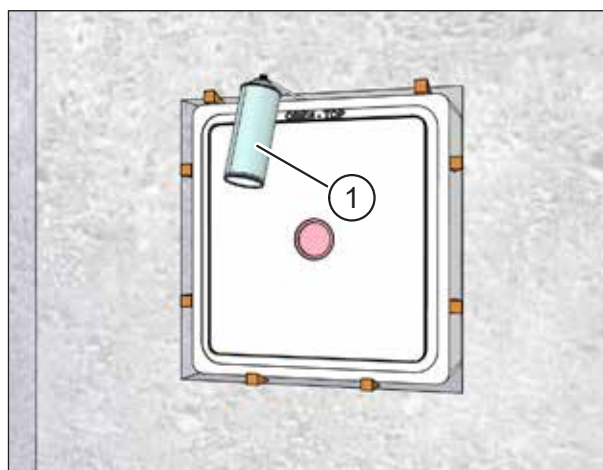

Fig. 17 : Garnir de mousse les espaces creux autour du caisson mural
- ▶ Remplissez tous les espaces creux, situés entre le caisson mural et l'ouverture dans le mur, à la périphérie, avec de la mousse de montage (pos. 1 dans Fig. 17) ou avec d'autres produits de remplissage appropriés.